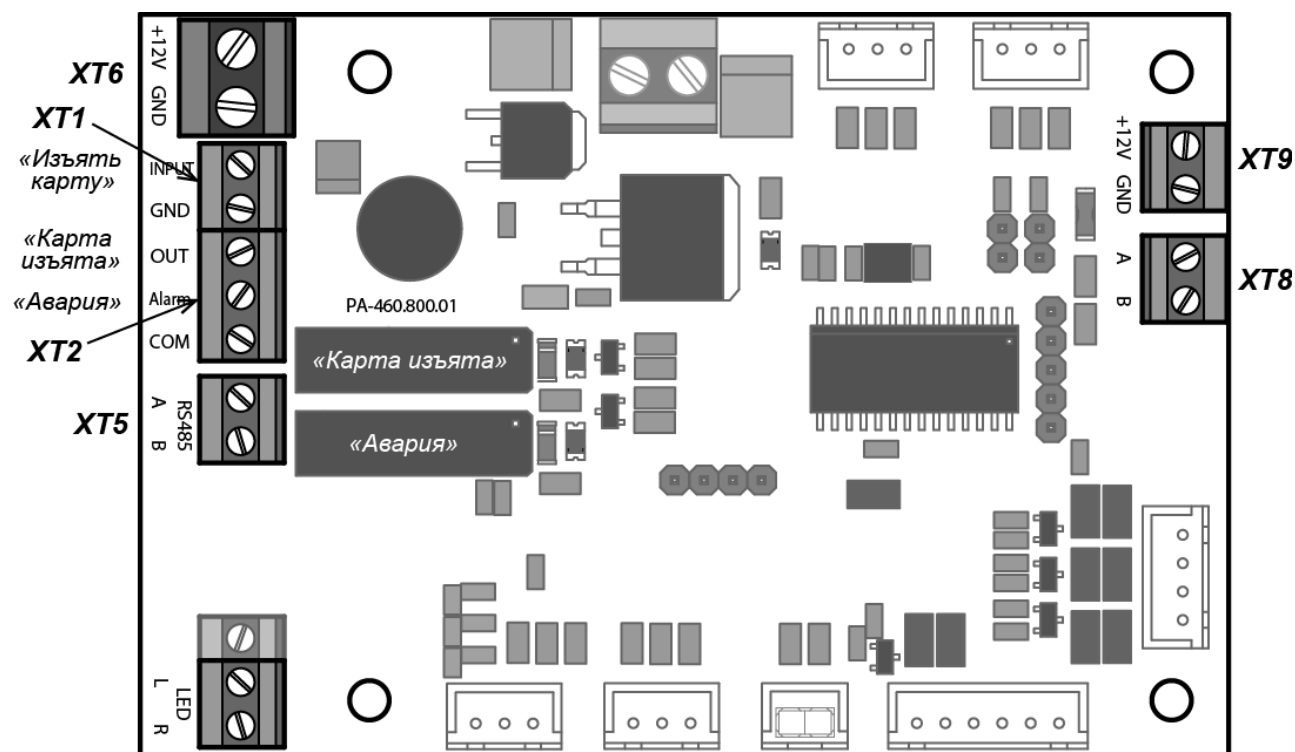

Рисунок 10. Внешний вид платы управления картоприемника
3. Если предъявленная карта является временной картой посетителя и требует изъятия, то контроллер СКУД подает управляющий сигнал на вход платы управления картоприемника «*Изъять карту*» (контакт *INPUT XT1*, см. рис. 10). Подсветка щели для приема карт перейдет в режим мигания с частотой 2 раза в секунду, указывая на то, что карта подлежит изъятию.
5. При падении карты в контейнер второй оптический датчик фиксирует факт изъятия карты. В этом случае картоприемник закрывает шторку, подсветка щели для приема карт вновь становится постоянной. Одновременно с выхода платы управления картоприемника «*Карта изъята*» (контакт *OUT XT2*, рис. 10) подается управляющий сигнал, являющийся для контроллера СКУД подтверждением разрешения прохода. По данному сигналу контроллер СКУД разрешает проход в данном направлении (подает соответствующий сигнал на механизм управления турникетом) и после прохода через турникет снимает сигнал «*Изъять карту*». По снятию сигнала «*Изъять карту*» картоприемник снимает сигнал «*Карта изъята*».
«Авария» (контакт *Alarm XT2*, рис. 10), подсветка приемной щели картоприемника перейдет в режим мигания с частотой 1 раз в 2 секунды, тем самым предупреждая о необходимости освободить контейнер от изъятых карт. Если контейнер не освобождается, то после приема еще 9 карт работа картоприемника блокируется, подсветка приемной щели гаснет. Разблокировка картоприемника происходит автоматически после освобождения контейнера от карт (порядок выемки и установки контейнера приведен в п. 9.5). Также сигнал «Авария» подается в контроллер СКУД при возникновении неисправностей механизма картоприемника.
Внешний вид платы управления картоприемника показан на рис. 10. На плате расположены клеммные колодки: